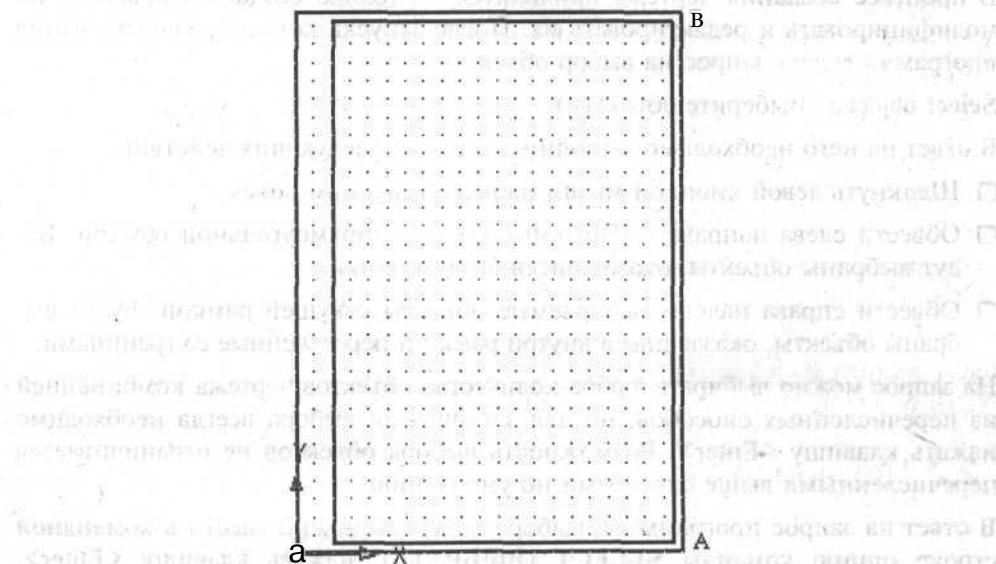

Рис. 5.3. Внутренняя и наружная рамка формата А4
Нами построены два прямоугольника, один из которых (внутренний) является единым объектом, а второй (наружный) состоит из четырех объектов в виде отрезков (рис. 5.3).
Теперь научимся удалять из чертежа ненужные или ошибочно построенные объекты. В качестве упражнения сотрем правый отрезок АВ (см. рис. 5.3) прямоугольной границы формата, а затем восстановим его, познакомившись заодно со способами выбора объектов и вводом координат точек привязкой к точкам уже построенных объектов чертежа.
Эту операцию проиллюстрируем на примере стирания отрезка АВ (см. рис. 5.3), который ограничивает чертежный формат справа.
2. Выберите щелчком левой кнопки мыши вертикальный отрезок АВ (см. рис. 5.3). Отрезок отметится точками.
Работа AutoCAD в режиме объектной привязки позволяет использовать геометрические свойства объектов, такие как их конечные и средние точки, центры дуг и окружностей и т. п., для ввода координат точек вновь создаваемых объектов. Этот режим активизируется только во время запроса программы на ввод новой точки. В следующем примере будет использоваться режим привязки к конечным точкам горизонтальных отрезков **внешней** рамки (точки А и В на рис. 5.3) для построения нового отрезка, соединяющего эти точки, вместо удаленного.
6. Нажмите клавишу <Enter> для завершения команды **Line** (Отрезок). На экране появится восстановленное изображение с двумя прямоугольными рамками (см. рис. 5.3), а AutoCAD перейдет в режим ожидания следующей команды.